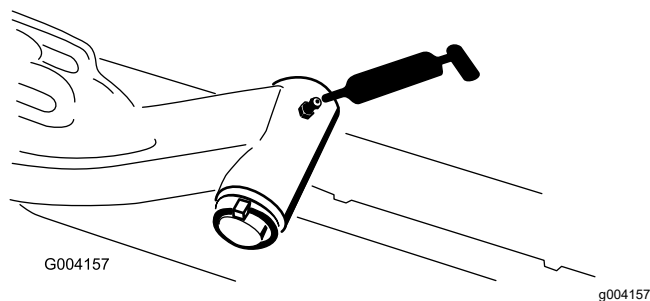

Рисунок 69
- Ось поворота подъемного рычага (по 1 шт.) (Рисунок 69)